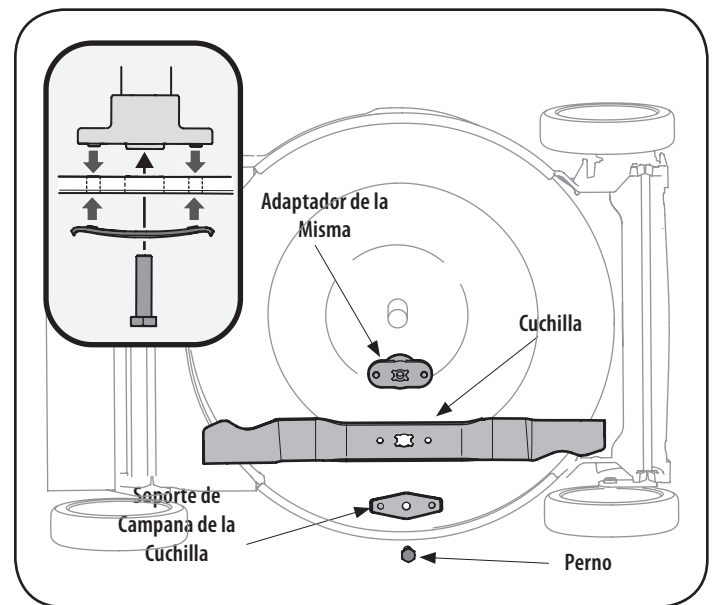

Figura 15
2. Saque el perno y el soporte de campana de la cuchilla que sostienen la cuchilla y el adaptador de la misma al cigüeñal del motor. Vea la Figura 15.
5. Lubrique el cigüeñal del motor y la superficie interna del adaptador de la cuchilla con aceite ligero. Deslice el adaptador de la cuchilla sobre el cigüeñal del motor. Instale la cuchilla en el adaptador con el lado marcado "Hierba Side" (o con el número de parte) hacia el piso cuando la cortadora de césped está en posición de funcionamiento. Asegúrese que la cuchilla quede alineada y asentada en las bridas del adaptador. Vea la Figura 15 inserto.